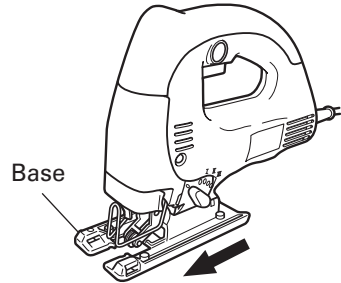

Fig. 12
- (2) Mueva la base completamente hacia adelante (Fig. 12), y vuelva a apretar el perno de la base.